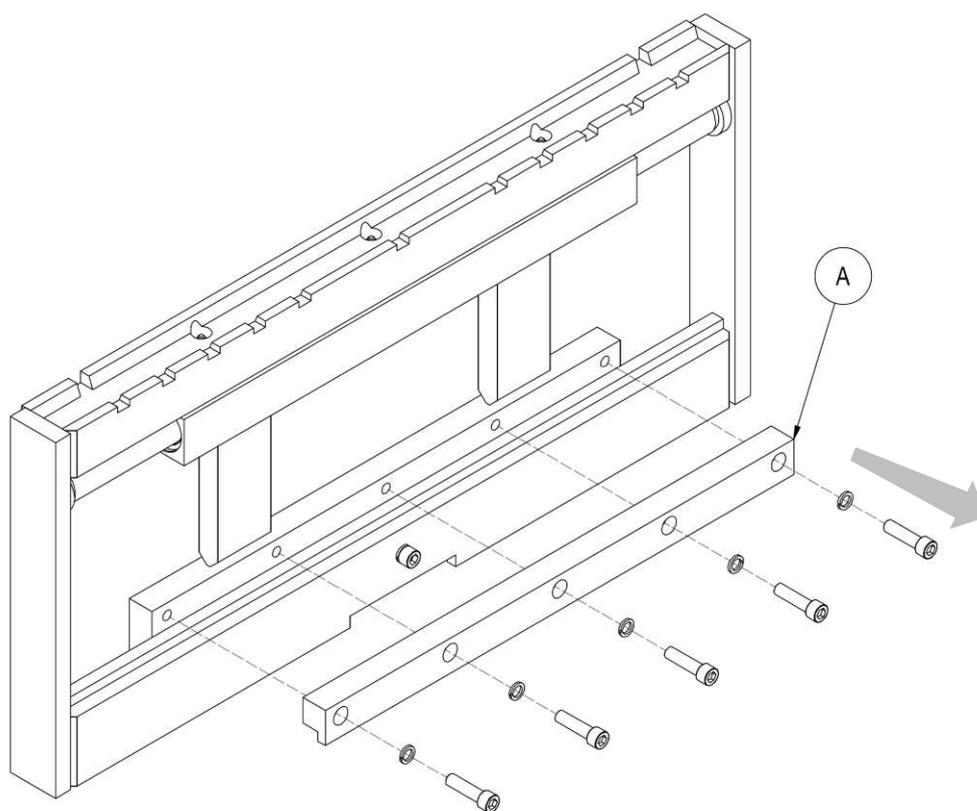

Figura 2
4. Rimuovere il gancio inferiore **A** (vedi Figura 2).